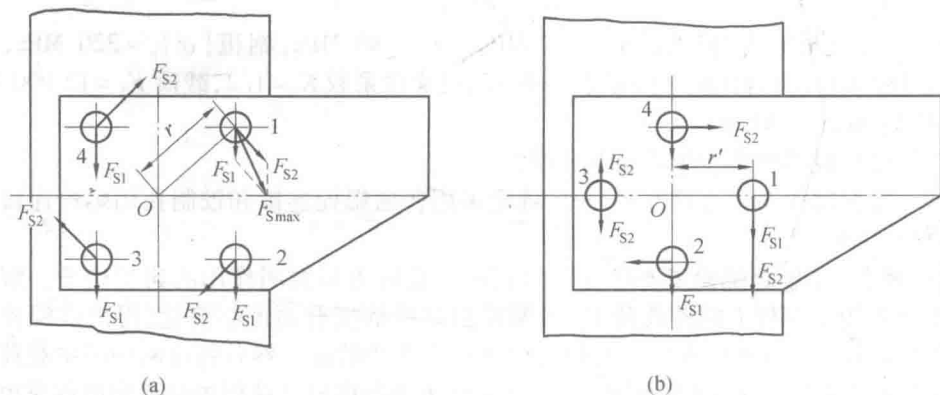

图 2.5
而在旋转力矩 T 作用下,由于各个螺栓中心至形心点 O 的距离相等,所以各个螺栓所受的横向载荷 F_{S2} 大小也相同,但方向各垂直于螺栓中心与形心 O 的连线(图 2.5)。
对于图 2.5(a) 所示方案,各螺栓中心至形心点 O 的距离为
由图 2.5(a) 可知,螺栓 1 和 2 所受两力夹角 α 最小,故螺栓 1 和 2 所受横向载荷最大,即
对于图 2.5(b) 所示方案,各螺栓中心至形心点 O 的距离为
由图 2.5(b) 可知,螺栓 1 所受横向载荷最大,则
(3) 两种方案比较:在螺栓布置方案图 2.5(a) 中,受力最大的螺栓 1 所受的总横向载荷 $F_{S\max} = 10\,818 \text{ N}$,而在螺栓布置方案图 2.5(b) 中,受力最大的螺栓 1 所受的总横向载荷 $F_{S\max} = 15\,000 \text{ N}$,方案图 2.5(a) 比较合理。
2. 按螺栓布置方案图 2.5(a) 确定螺栓直径